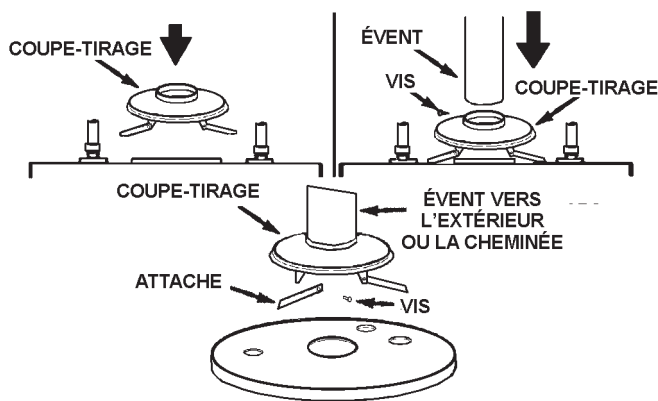

FIGURE 18
- Placer l'évent sur le coupe-tirage. Avec l'évent en position, percer un petit trou à travers l'évent et le coupe-tirage. Fixer l'ensemble au moyen de vis à tôle (fig. 18).